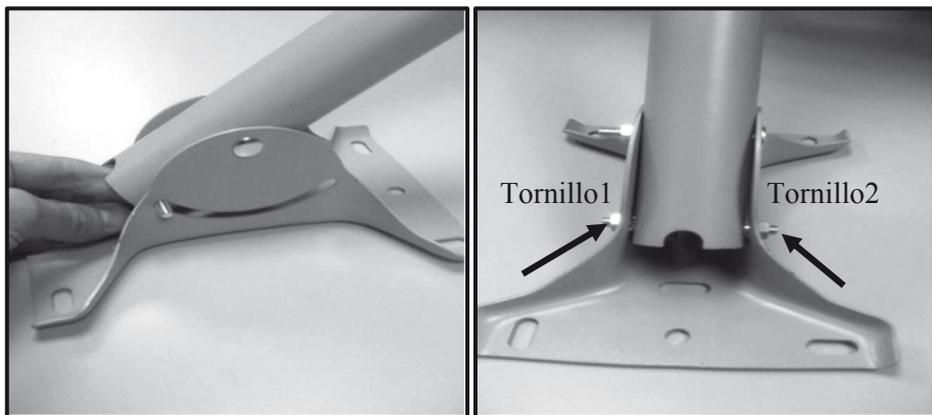

Imagen17. Instalacion de Mástil
Colocar dos (2) tornillos de cabeza redonda 1/4*15 en la parte inferior del mástil como se indica en la Imagen 17. Introducirlo desde la parte interna del mástil para que la rosca quede hacia afuera. Se coloca la arandela y la tuerca y se aprieta firmemente.